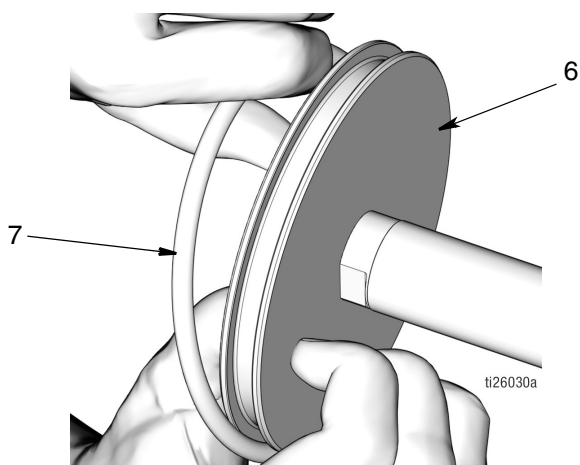

Рис. 52
- e. Нанесите тонкий слой консистентной смазки на уплотнительное кольцо (7). Установите уплотнительное кольцо круглого сечения (7) вокруг поршня (6), как показано на Рис. 52.